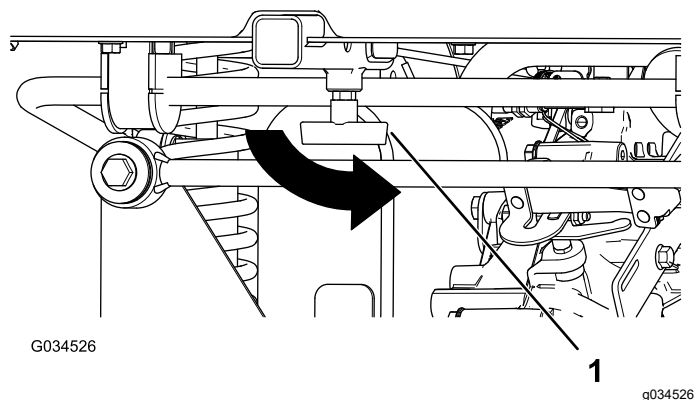

Figura 19
4. Serrate la maniglia a T ruotandola in senso antiorario (**Figura 19**).